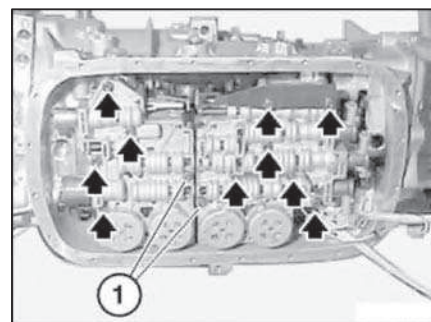

Рис. 12.44. Блок управления
- Вывернуть винты (стрелки, 10 шт., рис. 12.44) с наружной головкой Torx E8, винты (1) не выворачивать. Снять блок управления.